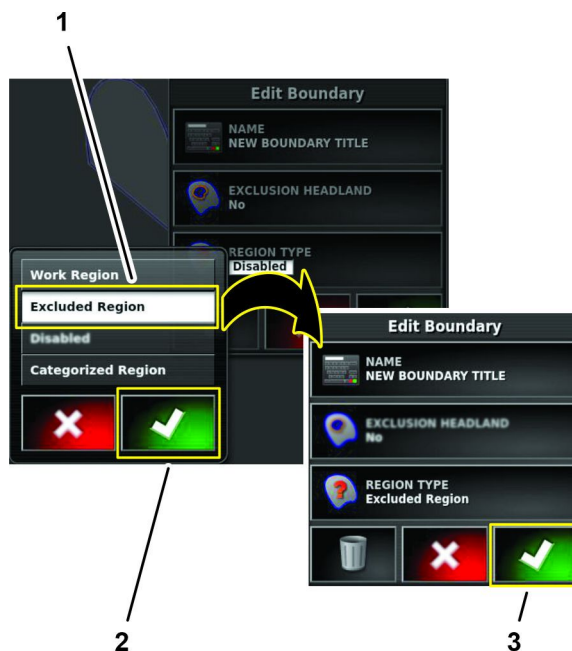

Рисунок 62
2. В диалоговом окне «Тип участка» нажмите на значок «ИСКЛЮЧЕННЫЙ УЧАСТОК», а затем нажмите на значок подтверждения (Рисунок 62).
3. В диалоговом окне «Редактирование границы» нажмите на значок подтверждения (Рисунок 62).